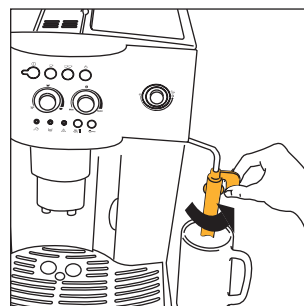
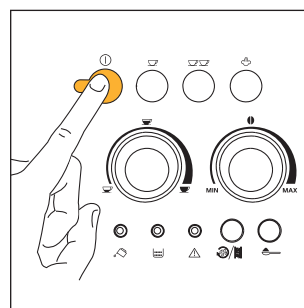

Fig. 3
Fig. 4
2. Drej cappuccino adapteren udad og anbring en kop under den (fig. 3) og tænd maskinen ved at trykke på tast ① (fig. 4).
- Drej cappuccinoadapteren udad (fig. 3).
- Anbring en beholder under cappuccinoadapteren (fig. 3).
- Træk cappuccinoadapteren udad (fig. 3).